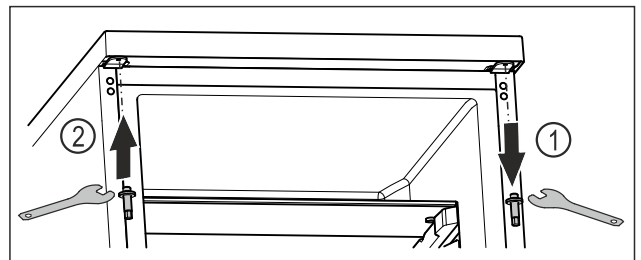

Fig. 18
- ▶ Oberen Bolzen mit Außensechskantschlüssel herausdrehen. Fig. 18 (1)
- ▶ Bolzen auf der Gegenseite mit Außensechskantschlüssel festschrauben. Fig. 18 (2)